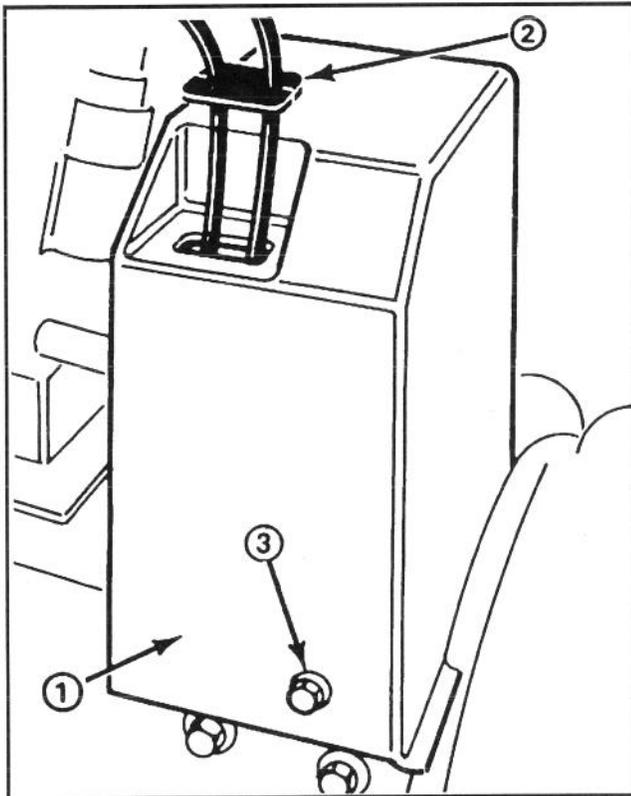
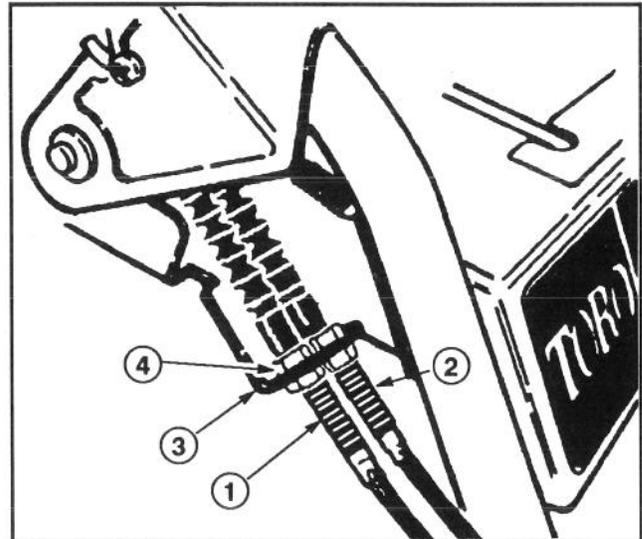

Abbildung 28
Abbildung 30
2. Die drei (3), die Riemenabdeckung am Motorrahmen befestigenden Kopfschrauben entfernen und die Abdeckung auf den Kabeln nach oben schieben (Abb. 28).
Befestigungsschelle festhaltende Gegenmutter lösen (Abb. 30).
5. Die untere Gegenmutter nach oben drehen, um die Riemenspannung zu erhöhen (Abb. 30).
chen dem Dorn auf dem Spannrollenarm und dem Bremsarm mindestens 3,2 mm betragen (Abb. 30). Falls der Freiraum weniger als 3,2 mm beträgt, muß der Antriebsriemen ausgewechselt werden.
2. Die drei Bundschrauben, die die Riemenabdeckung festhalten, abschrauben und die Riemenabdeckung auf den Kabeln hinauf schieben (Abb. 28).
3. Die Speed-Shift-Steuerung in die Leerlaufstellung (N) stellen.
8. Die das Kabel an die Schelle befestigenden Gegenmutter an dem auszuwechselnden Riemen entsprechenden Steuerkabel lösen (Abb. 30). Beim Auswechseln des (der) Riemen(s) muß das Kabel zum Gleiten in der Schelle frei sein.